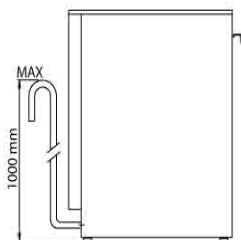

Fig. 7
- Posizionare il tubo di scarico ad un'altezza massima di 1000 mm dal piano d'appoggio. (Fig.7)